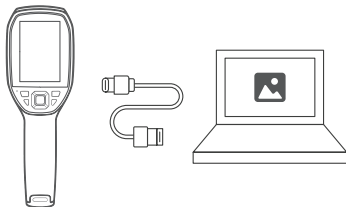

Figure 3.1.1
2. Connectez le TC005 à votre ordinateur avec le câble USB fourni (voir Figure 3.1.1).